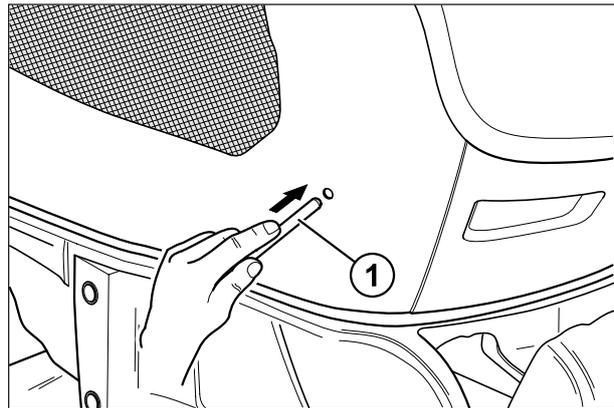

Abb.7-4
- Zum Öffnen der Motorhaube das Werkzeug (1-Abb. 7-4) zum Öffnen in den vorderen Schlitz stecken und in den Schließmechanismus der Motorhaube einrasten lassen.